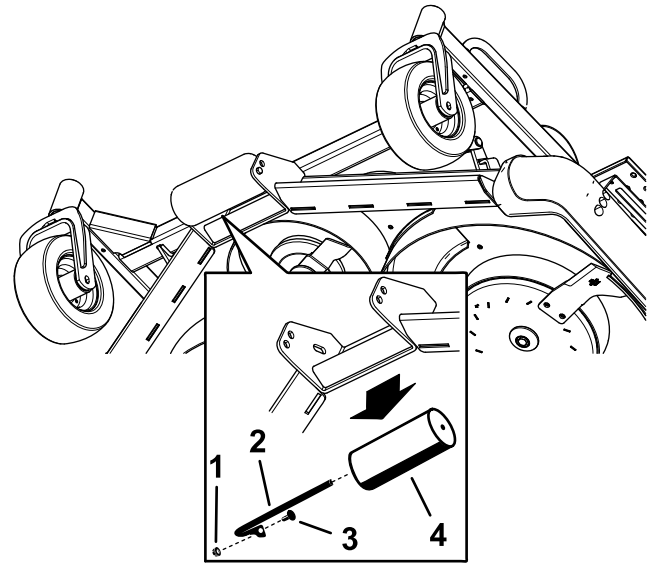

Bild 30
4. Nehmen Sie die Rollenwelle, Schraube und Mutter ab, mit denen die Rolle an der Mähwerkhalterung befestigt ist (Bild 30).